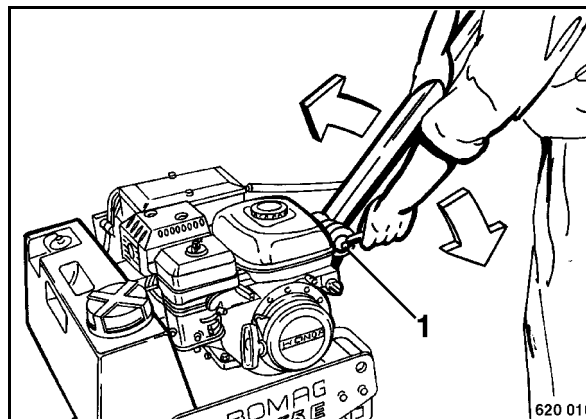

рис. 13
- Ослабить закрутку 1 (рис. 13) и отрегулировать дрышло на рабочее положение.